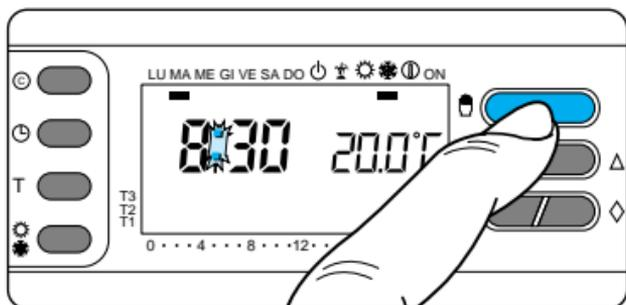

Fig. 76
**15.2** - Mediante el botón , disponga el aparato en funcionamiento MANUAL (fig. 76).